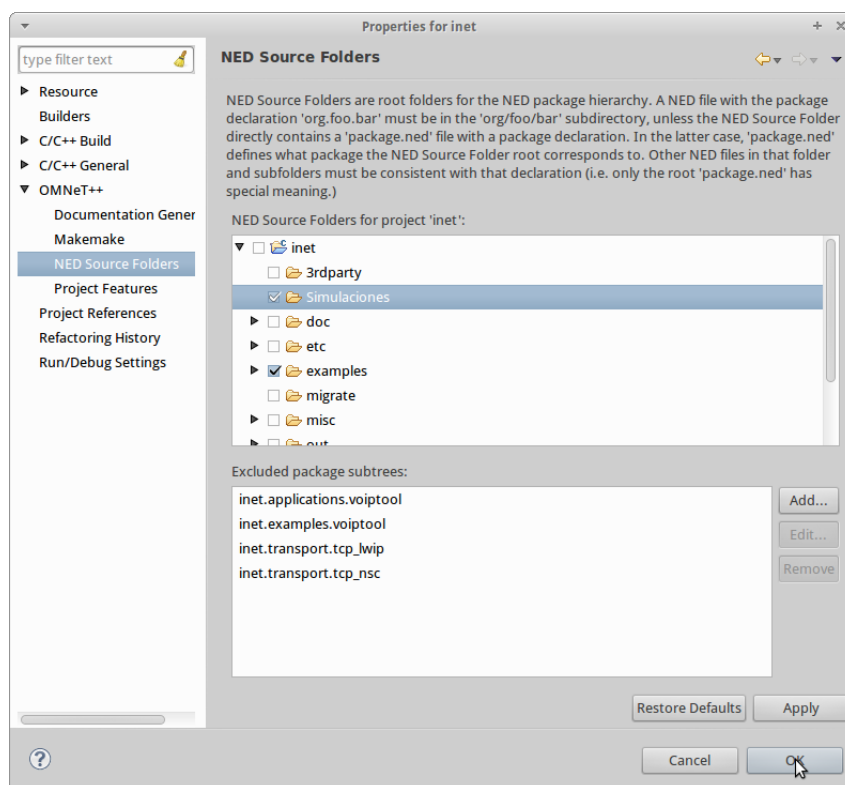

Figura 3: Añadir directorio a la ruta de ficheros NED.
2. **Añadir la carpeta “Practica-1” a la ruta de carpetas NED.** Hacemos clic derecho en el proyecto “inet” y elegimos “Properties” en el menú desplegable. Bajo el apartado “OMNeT++” se encuentra el subapartado “NED Source Folders”, donde debemos seleccionar la carpeta recién creada para su inclusión en la lista de carpetas destinadas a contener simulaciones (figura 3).